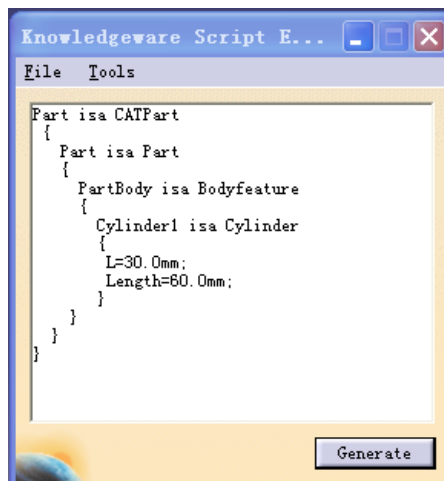

图 16-18
(1) Generative Script Editor 对话框中输入如下内容 (见图 16-18);